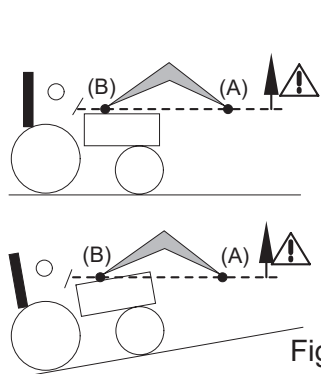

Fig. 2
- În timpul ridicării și deplasării, nu pierdeți din vedere încărcătura din momentul în care punctul de pivotare al benei (A) depășește linia punctului de pivotare al încărcătorului (B) (vezi Fig. 2). Dacă este necesar, corectați poziția benei, astfel încât încărcătura să nu fie îndreptată spre conducător (vezi Fig. 3).
**! PERICOL:** Dacă încărcătura nu este fixată corespunzător, operatorul este expus pericolului de cădere a încărcăturii atunci când punctul de pivotare al benei (A) depășește orizontal punctul de pivotare al încărcătorului (B) (vezi fig. 2).
**PERICOL:** Este interzisă înclinarea încărcătorului atunci când punctul de pivotare al benei (A) depășește orizontala punctului de pivotare al încărcătorului (B) (vezi fig. 2).